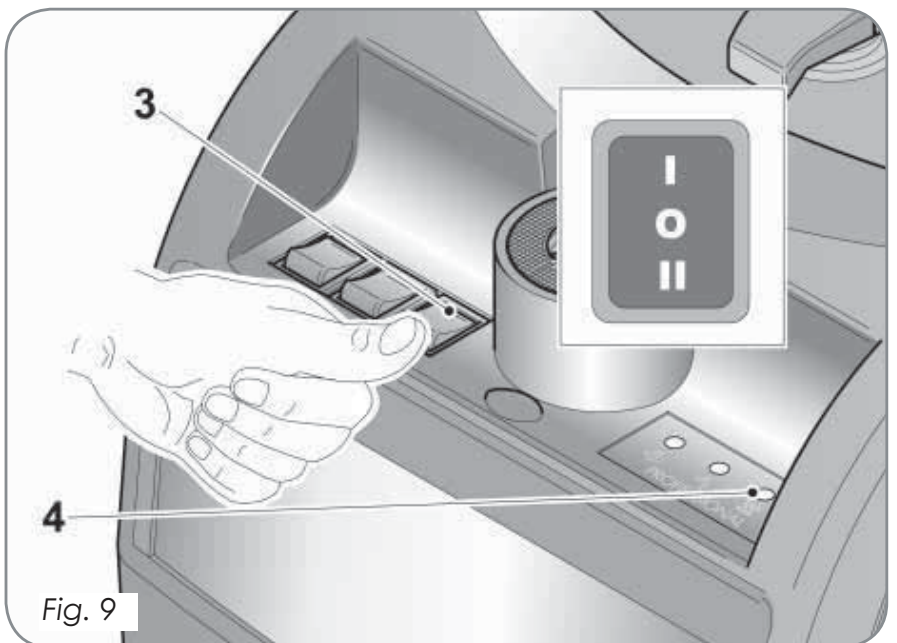

Fig. 9
Presionar el botón de suministro del agua (pos. 3 fig. 9); seleccionar la velocidad de agua por erogar.
Se enciende la luz testigo amarilla (pos. 4 fig. 9)